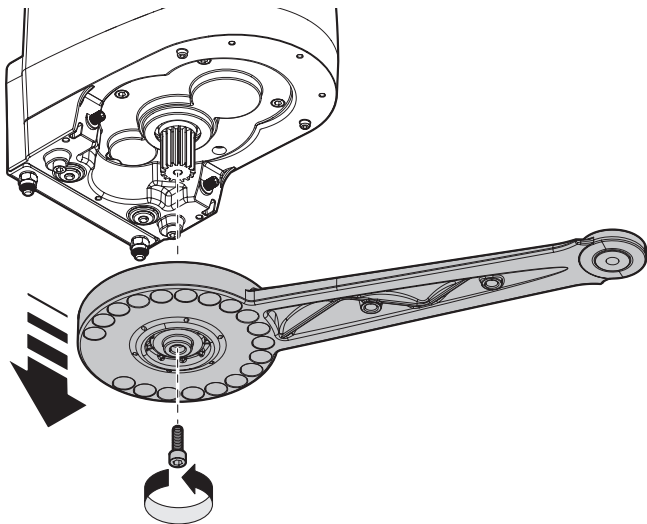

Fig. 14
03. Svitare la vite del braccio motore e sfilarlo come illustrato **fig. 14**;